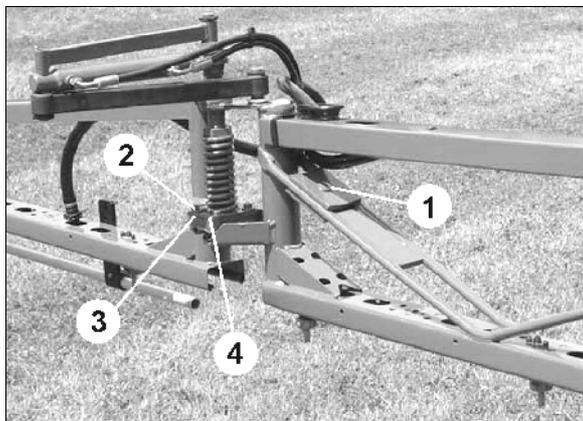

Bild 127
Om så inte är fallet med **frigjord** svängningsdämpning ska sprutrampen riktas in med hjälp av motvikter (Bild 127/1) Motvikterna monteras på resp rampsida.
1. Lossa skruvarna (Bild 127/2) för konsolen (Bild 127/3) lösen. Die Ausrichtung erfolgt direkt an der Kun Inställning sker genom att flytta plastsegmentet (Bild 127/4) i de avlånga hålen i konsolen.
3. Dra åt skruvarna (Bild 127/2).